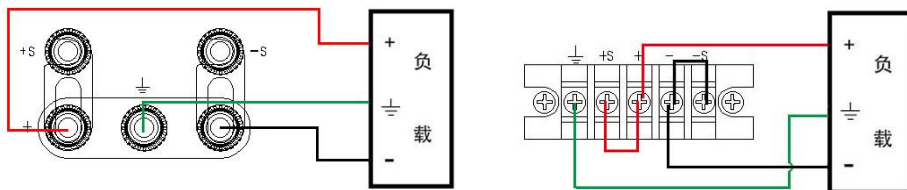

图 3-3 接线示意图
(2) 将正极电缆与正极输出端子相连，负极电缆与负极输出端子相连，前、后面板的接线示意图如图3-3所示。